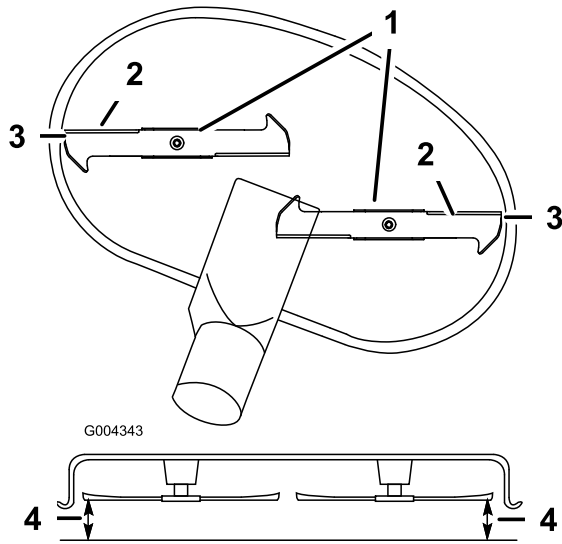

Bild 51
- Drehen Sie die Schnittmesser vorsichtig von einer Seite zur anderen (Bild 51). Messen Sie den Abstand zwischen den äußeren Schnittkanten und der ebenen Oberfläche (Bild 51). Wenn beide Messwerte nicht innerhalb von 5 mm liegen, ist eine Einstellung